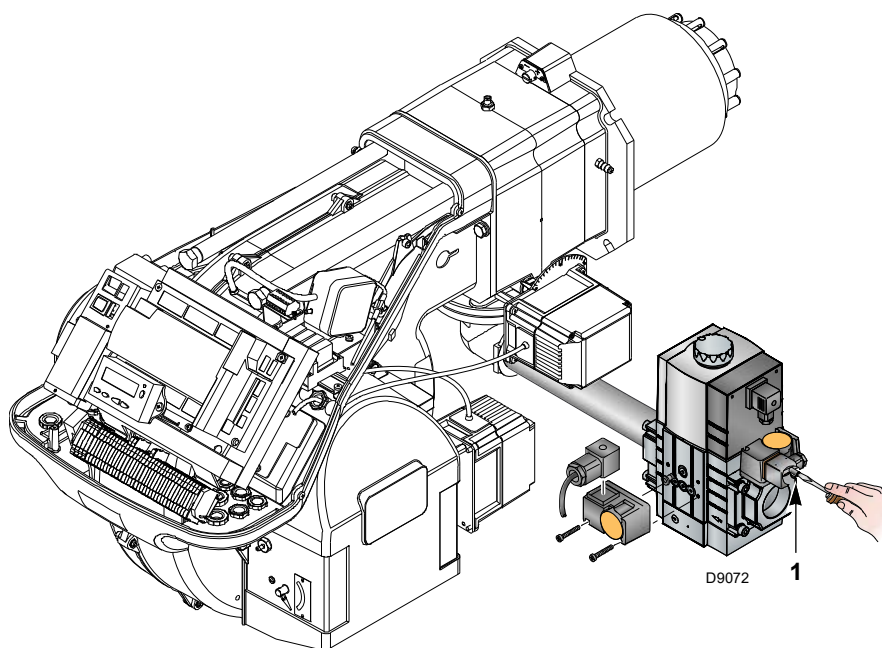

Рис. 29
- Проверьте давление подачи газа, подключив манометр к штуцеру для замера давления 1)(Рис. 29) реле минимального давления газа. Давление должно быть ниже максимально допустимого давления газа, указанного на заводской табличке.
- Выпустите воздух из труб газовой рампы, подсоединив пластмассовую трубку к штуцеру для замера давления 1)(Рис. 29) на реле минимального давления газа. Вывести наружу здания выпускную трубу, пока не появится запах газа.